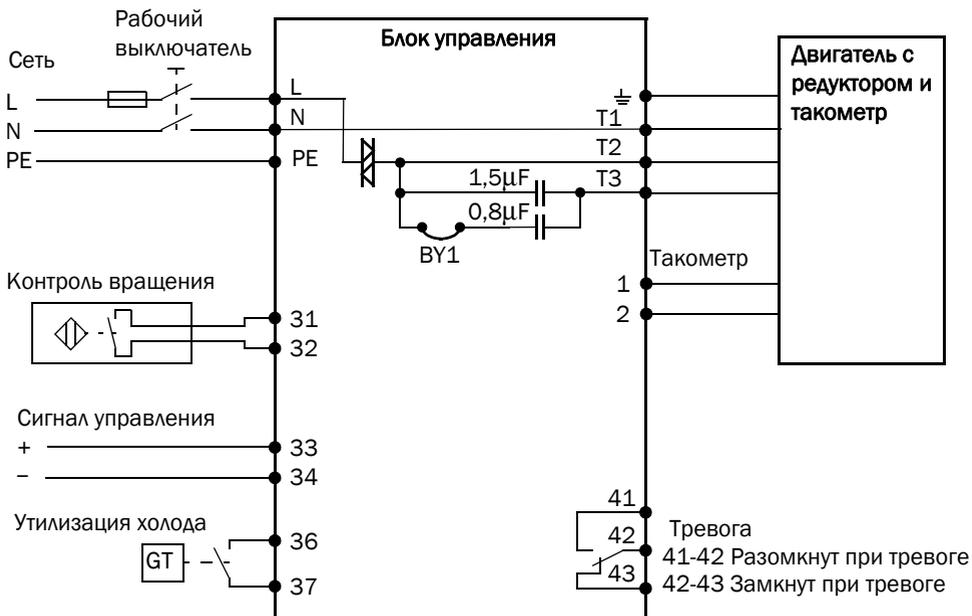

Рис. 3 Схема подключений
**ВАЖНО!** Двигатель должен быть заземлен в блоке управления. Жила заземления в сетевом кабеле подключается к плите заземления (PE), см. рис. 3 на стр. 10.
Двигатель работает рывками	Проверьте правильность выбора двигателя. См. раздел 2.2.4, стр. 11 и Рис. 3.
Сигнал =50% или ниже, но двигатель не работает	Проверьте: заземлен ли двигатель в блоке автоматики; подключена ли жила заземления в сетевом кабеле к плите земли автоматики (РЕ), см. Рис. 3, стр. 10; правильность прокладки кабеля тахометра, см. раздел 2.2.1, стр. 8.